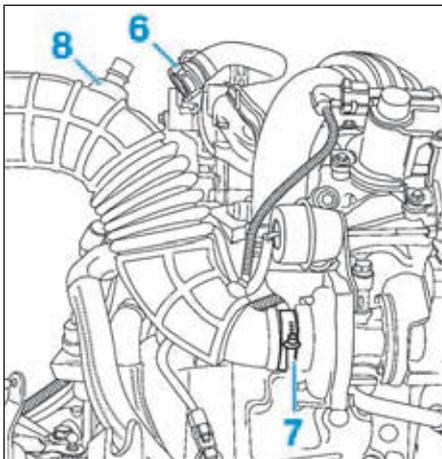

FIG.51
- Désaccoupler le tuyau de réaspiration des vapeurs d'huile (6) (Fig.51).
- Desserrer le collier (7).
- Déposer la durite d'admission (8).